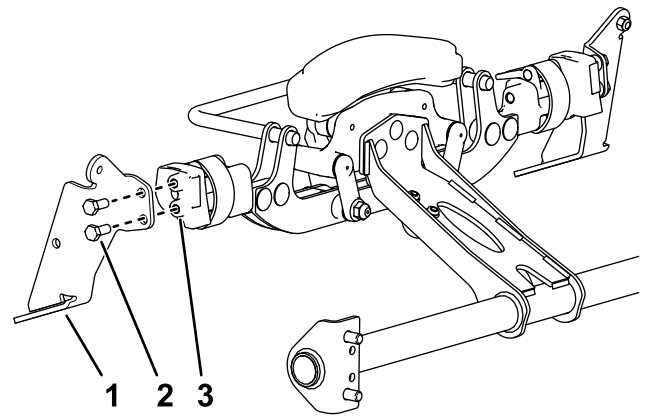

Figura 4
2. Montate una staffa della spazzola su ciascun lato dell'apparato di taglio con 2 bulloni (5/16" x 3/4") come mostrato nella Figura 4.